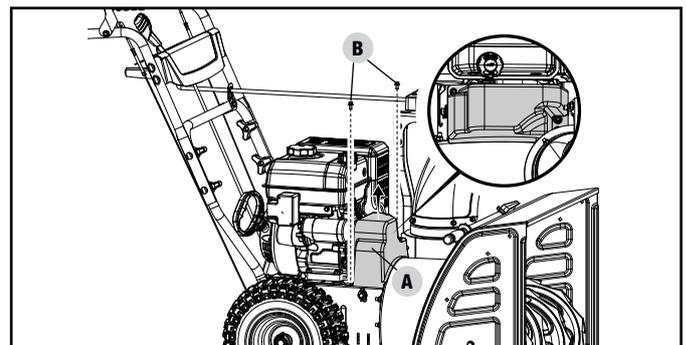

Figure 27
1. Retirez le couvercle en plastique (A) de la courroie sur le devant du moteur en enlevant les deux boulons M6 × 16 (5). (figure 27)